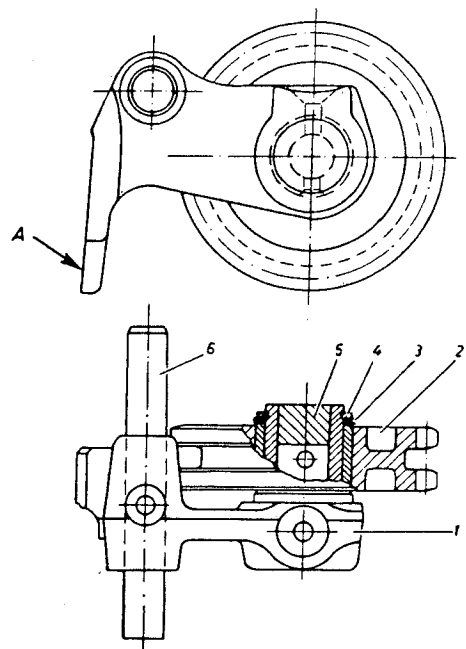

Bild 56 Zur Instandsetzung von Spannrad und Spannradlager
Den Sicherungsring, die Scheibe und dann das Spannrad abnehmen. Meistens ist die Nase des Spannradlagers an der Stelle (A), an welcher der Druckbolzen des Kettenspanners aufsitzt, eingeschlagen. Solche Stellen müssen egalisiert werden. (Bild 56)